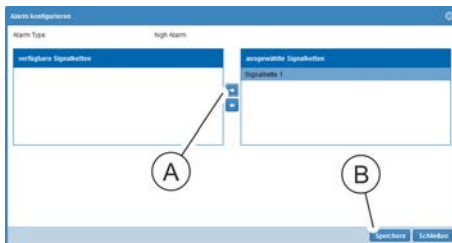

Abb. 181: Fenster "Alarm konfigurieren"
5. ➔ Im Fenster "Alarm konfigurieren" eine Signalkette auswählen und über die Schaltfläche „→“ (Abb. 181/Ⓐ) ins Feld „*ausgewählte Signalketten*“ schieben. Auswahl über die Schaltfläche „*Speichern*“ (Abb. 181/Ⓑ) bestätigen.